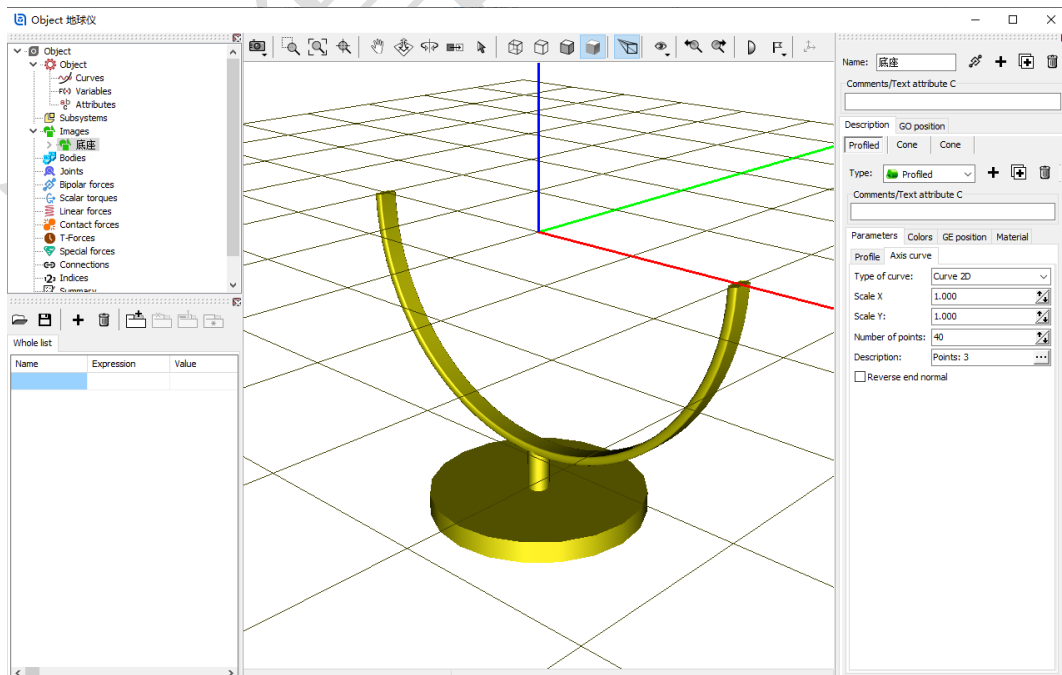

图 2-8
- 2) 这样，我们就导入了地球仪底座的几何图形（**Images**），如图 2-8 所示。导入几何图形的目的是增强模型可视化效果，它并不参与动力学计算。